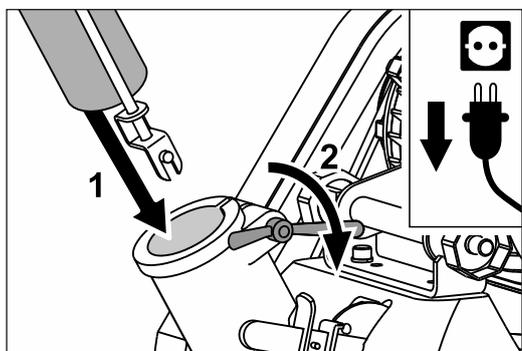

Abb. 6 Das Führungsröhren in das Maschinengehäuse stecken (1). Die Flügelmutter anziehen (2).
- 2 Stecken Sie das Führungsröhren in die hintere Öffnung am Maschinengehäuse (Abb. 6, 1) und ziehen Sie die Flügelmutter fest (Abb. 6, 2).